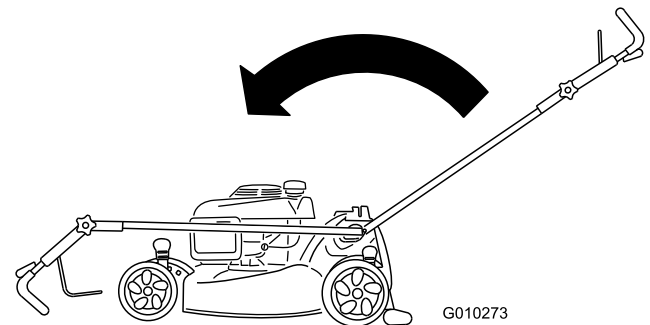

Bild 52
2. Schieben Sie den Griff ganz nach vorne und lösen Sie das obere Griffhandrad (Bild 52).